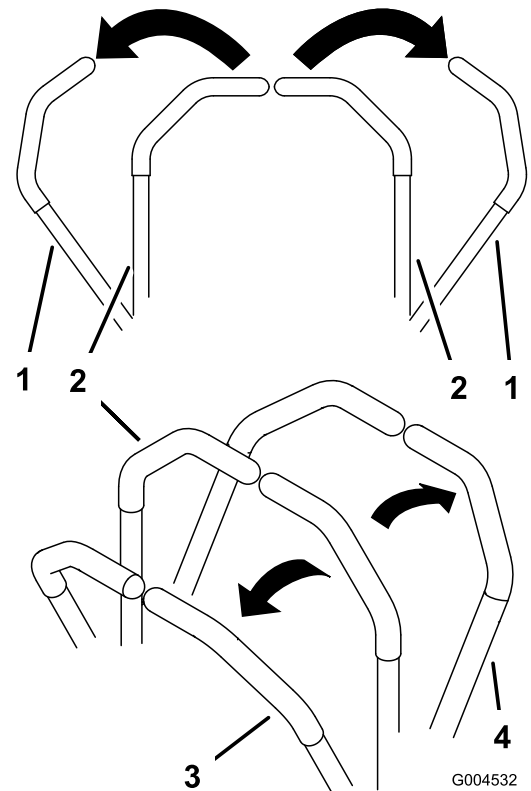

Figura 15
2. Para ir hacia adelante, empuje lentamente las palancas de control de movimiento hacia adelante (Figura 15).
Para ir recto, aplique la misma presión a ambas palancas de control de movimiento (Figura 15).
Para girar, deje de empujar la palanca de control de movimiento del lado al que desea girar (Figura 15).
2. Para ir hacia atrás, tire lentamente de las palancas de control de movimiento hacia atrás (Figura 15).